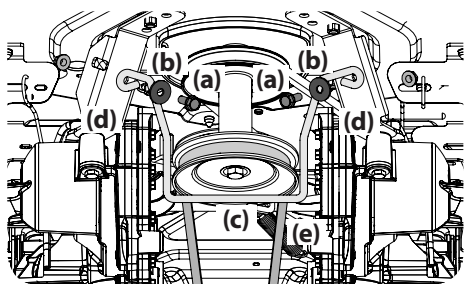
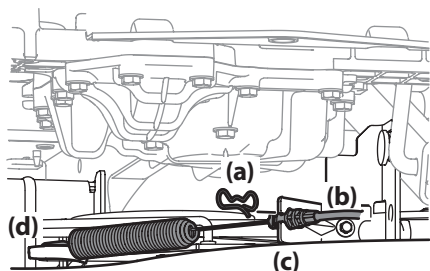

Figure 4-11
Figure 4-12
3. Retirez le boulon hexagonal (a) et la rondelle plate (b) qui fixent la tige de retenue de la courroie (c) aux supports de montage de la transmission (d), puis retirez la tige de retenue de la courroie (c). Voir Figure 4-11.
4. Retirez la goupille (a) qui fixe le câble (b) de la prise de force au support (c) sur le plateau de coupe, faites glisser le câble (b) hors de la prise de force et décrochez le ressort du support (d) de la poulie de tension. Voir Figure 4-12.
5. Pour les modèles dotés d'une prise de force manuelle : retirez la courroie en « V » (e) de la poulie de la prise de force située sous le moteur, puis passez à l'étape 9. Voir Figure 4-11.
- Pour les modèles dotés d'une prise de force manuelle : réinstallez le tige de retenue de la courroie (voir Figure 4-11) et le câble de la prise de force (voir Figure 4-12).